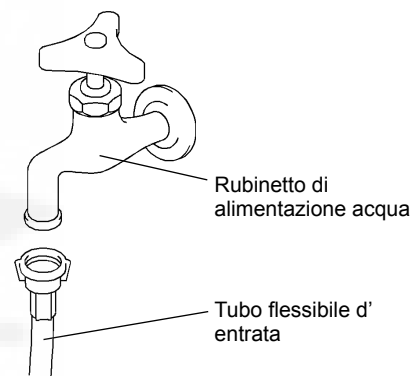

Fig. 4
1) Collegare l'estremità libera del tubo flessibile di entrata alla valvola di arresto (Fig. 4), facendo attenzione che la rondella sia posizionata in modo corretto prima di serrare a mano per ottenere un collegamento a tenuta idraulica. È consigliabile per precauzione inserire una valvola di arresto in posizione facilmente accessibile.